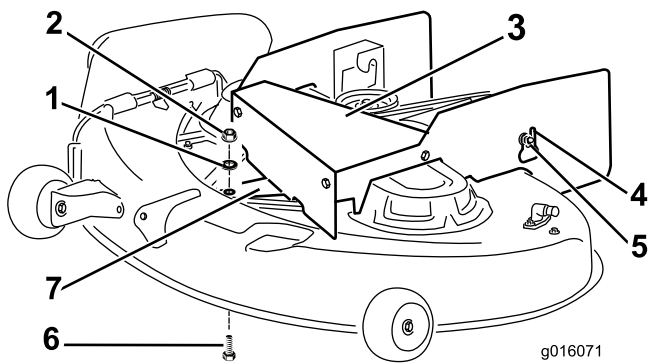

Figure 3
- A. Fixez la patte à l'avant du plateau avec le boulon, la rondelle et l'écrou existants que vous venez de mettre de côté (voir Figure 3).
B. Pour chaque côté du déflecteur assemblé, insérez l'écrou à embase desserré précédemment dans la grande ouverture située près de l'arrière du déflecteur (Figure 3).